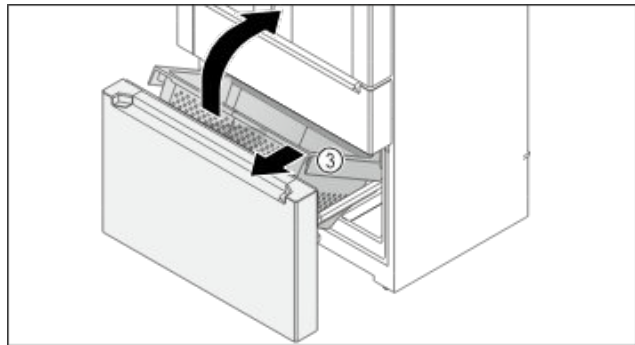

Fig. 149
- ▶ Kapları Fig. 149 (3) önden yukarı kaldırın.
- ▶ Kabı Fig. 149 (3) eğri bir şekilde önden çıkarın.